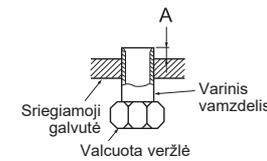

Fig. 5
- Kiškite išpilamąją žarnelę iki galo į išpylimo vonelės (galinė jungtis) pagrindą. (Fig. 5)